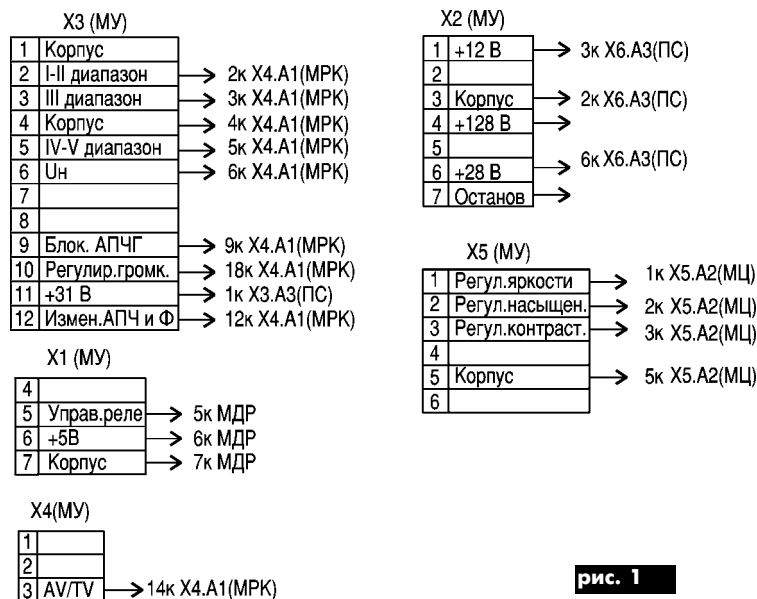

рис. 1
Далее подключил МУ-56 (55) к телевизору по схеме, показанной на **рис.1**. Резать провода не рекомендую, так как это может сказаться на Вашем кармане при гарантийном ремонте. Необходимо сделать переходники, это облегчит и подключение модуля МУ-56 (55). Если на МУ-56 (55) точка 42 не соединена с контактом 11 Х3 МУ-56 (55), то их необходимо соединить, так как напряжение 30 В используется как напряжение настройки. При этом напряжение +128 В на контакт 4 Х2 МУ-56 (55) не подается. Резистор R55 (МЛТ-2) желательно выпаять из платы.